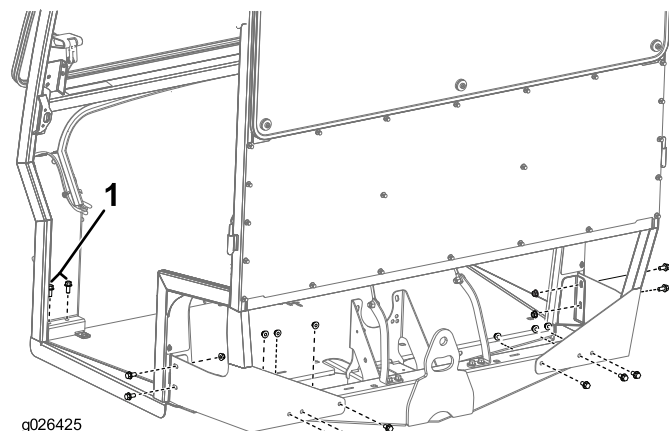

Bild 6
2. Befestigen Sie den Rahmen mit zehn Schrauben (3/8 x 3/4"), zehn Muttern (3/8") und vier Schrauben (3/8 x 7/8") an der Maschine, wie in Bild 6 abgebildet.